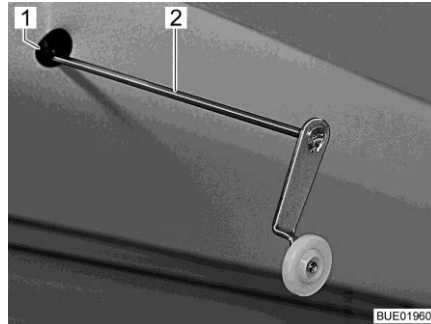

Bild 140 Vev för nöddrift
- Stick den medföljande vevan (Bild 140,2) eller insexnyckeln i hållaren (Bild 140,1) vid motorn. Upptagningen är placerad i avsnittet bländskydd uppe till vänster på den höjbara sängen.